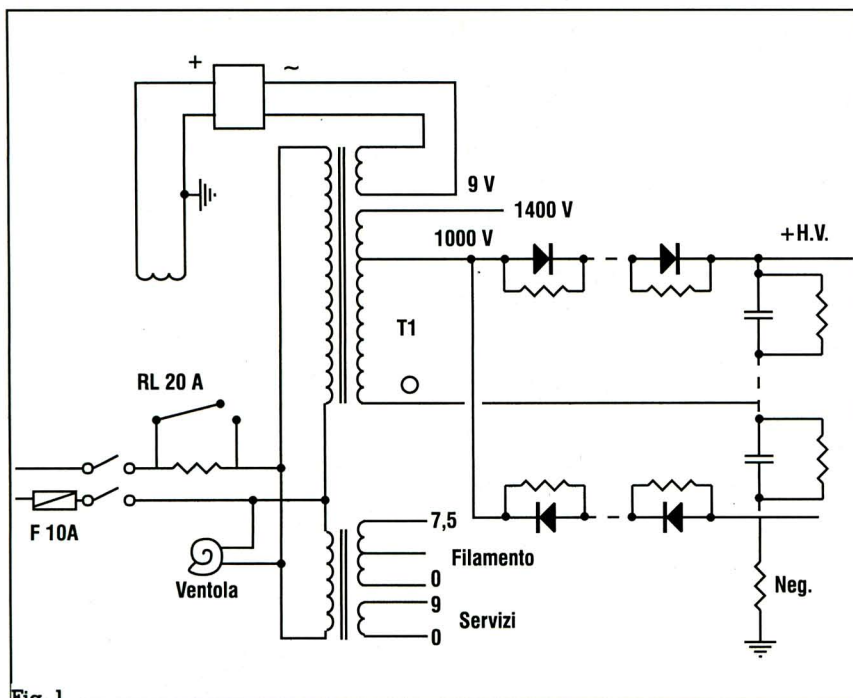

Fig. 1
- Premetto che la realizzazione è stata fatta in 2 parti separando l'alimentatore (fig. 1) per proble-